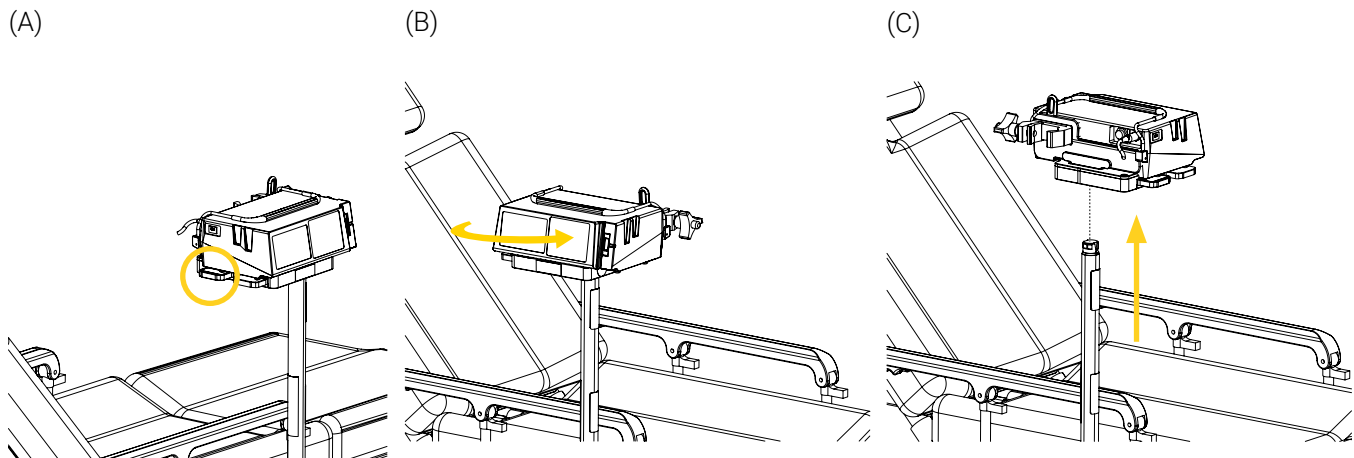

Figure 14: Retrait du Support de fixation NVM de la tige
1. Appuyer et maintenir le bouton de rotation/à déclenchement rapide sur le Support de fixation NVM (Figure 14 A), tourner le dans le sens horaire ou antihoraire jusqu'à 180 °, jusqu'à ce qu'il atteigne sa position initiale et que le bouton fait face au côté pied du patient (Figure 14 B), puis tirer le support vers le haut pour le retirer de la tige (Figure 14 C).